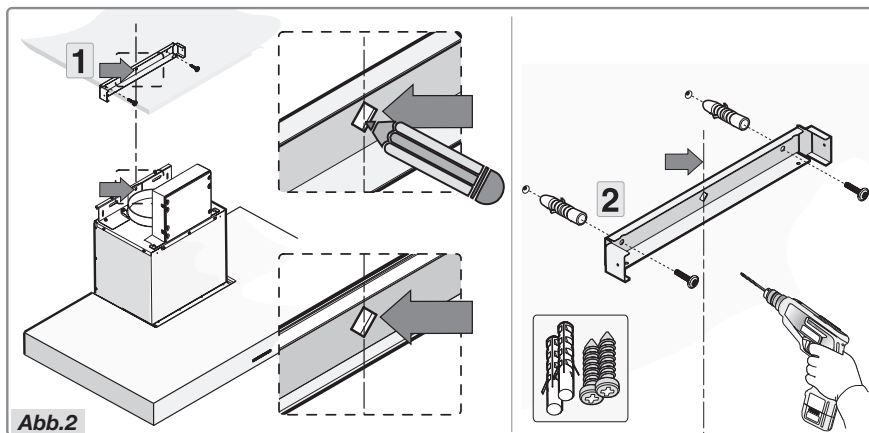

Abb.2
- Positionieren Sie die Halterung in Übereinstimmung mit den Maßen in Abbildung A und befestigen Sie sie mit den mitgelieferten Schrauben an ihrem Platz (Abbildung 2).